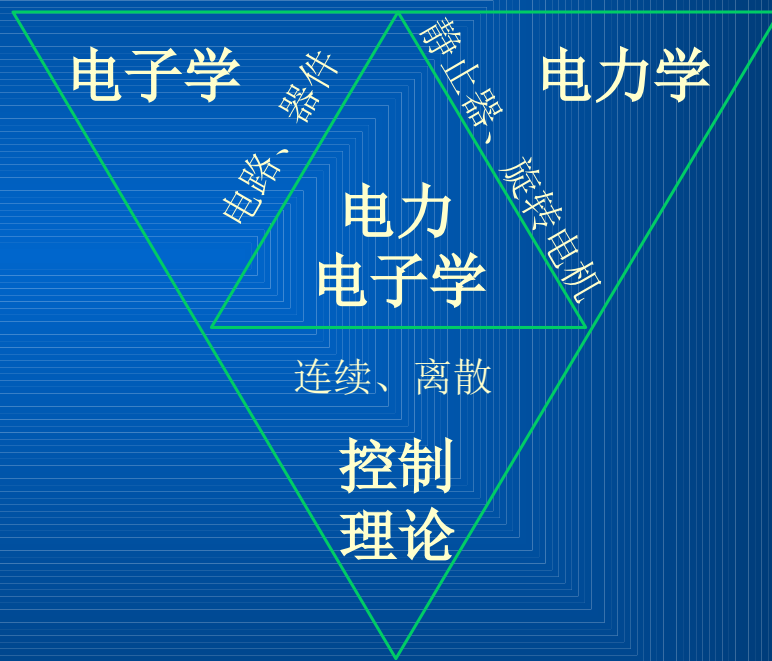

图 1 描述电力电子学的倒三角形
- ✓ 1974 年, 美国的 W. Newell 用图 1 的倒三角形对电力电子学进行了描述, 被全世界普遍接受;